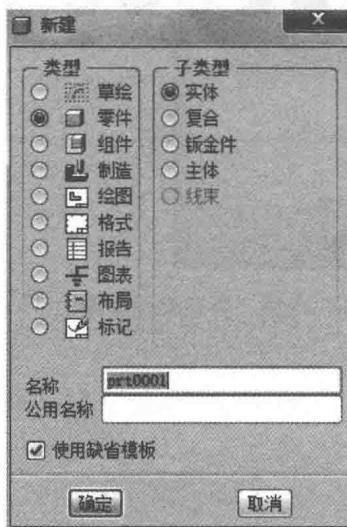

图 1-22 “新建”对话框
① 单击“文件”工具栏中的 $\square$ 按钮，系统弹出如图 1-22 所示的“新建”对话框。